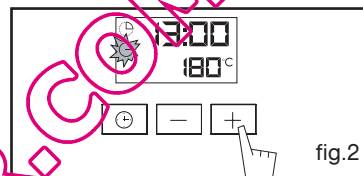

fig.2
O visor pisca em 0h00 para lhe indicar que a regulação é então possível (fig.2).
Exemplo: fim de cozedura às 13h (fig.2).
- Regule o tempo pretendido premindo os botões + ou - (fig.2).